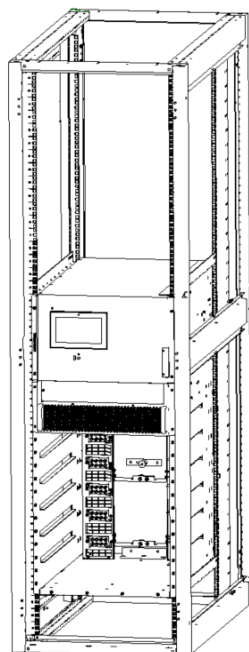

Рисунок 3-8. Схема монтажа
3. 4- и 6-слотовый ИБП вставляют непосредственно в серверный шкаф, поместив на направляющие рейки, и фиксируют винтами модуля дайпаса и панели переключателя ручного дайпаса, как показано на рис. 3-8.